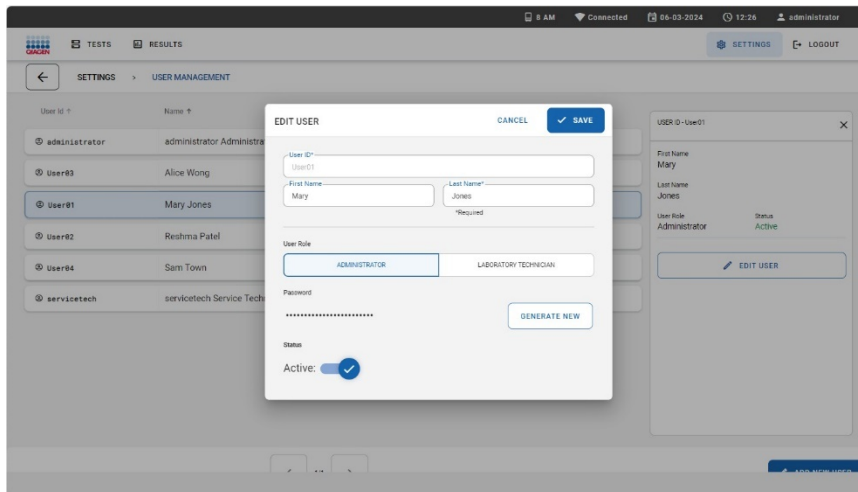

Abbildung 71. Dialogfeld „Edit User“ (Benutzer bearbeiten).
1. Wählen Sie den zu verwaltenden Benutzer aus der Liste der Benutzer aus (Abbildung 71).